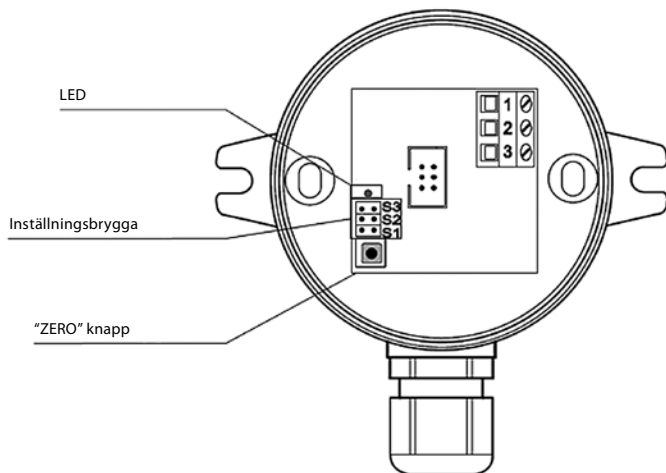

Bild 4. Inställning av trycksensorer
5. När driftsenhetens luftflöde när nominellt värde (100%) måste spänningen (DC) mellan kontaktarna 2 och 3 hos trycksensorerna (se bild 4) mätas med en digital multimeter. Spänningen måste ligga inom intervallet 3.9V (rekommenderat -6V). Om spänningen ligger utanför detta område måste ett annat tryckområde väljas med hjälp av byglar.